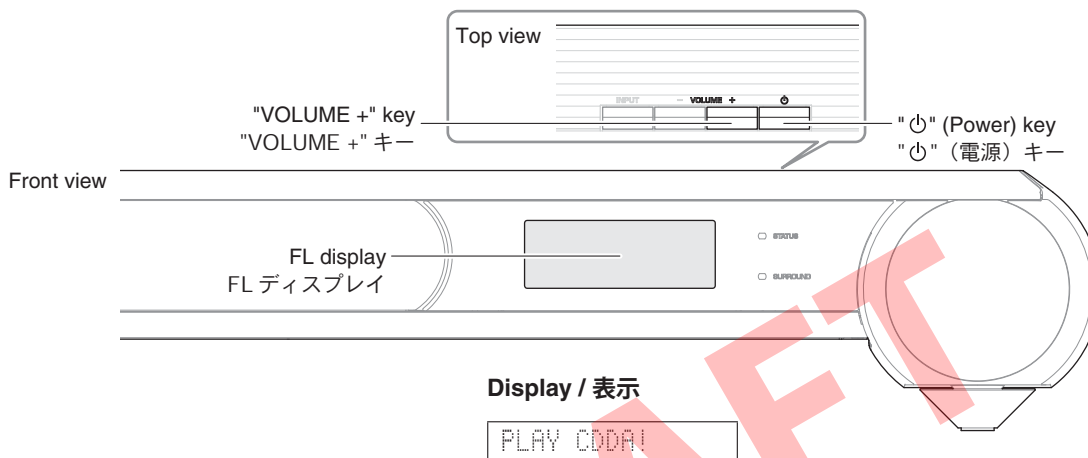

Fig. 2
1. While pressing the "VOLUME +" key, connect the power cable to the AC outlet. (Fig. 2)
The FIRMWARE UPDATE mode is activated and "PLAY CDDA!" is displayed. (Fig. 2)
1. "VOLUME +" キーを押しながら、電源コードを AC コンセントに接続します。(Fig. 2)
ファームウェアアップデートモードが起動し、"PLAY CDDA!" が表示されます。(Fig. 2)
4. Press the "Power" key to turn off the power. (Fig. 2)
4. "Power" キーを押して電源を切ります。(Fig. 2)